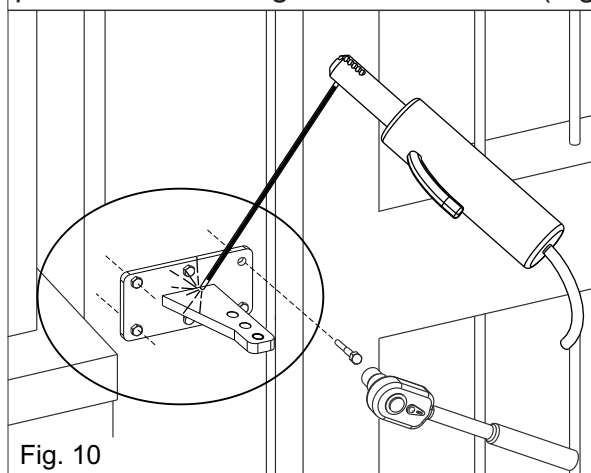

Fig. 10
- Positionner le support sur le portail de manière que l'opérateur soit parfaitement horizontal, puis procéder au vissage et à la soudure (Fig. 10)